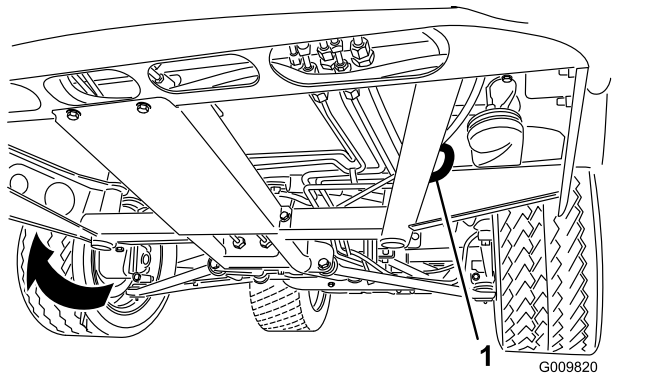
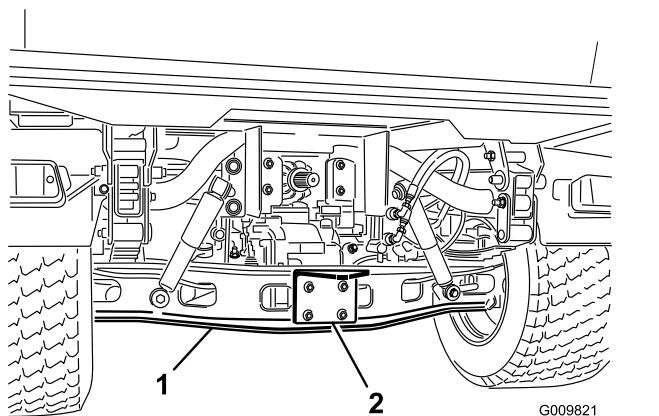

Bild 26
Bild 27
In **Bild 26** und **Bild 27** finden Sie die Vergurtungsstellen der Maschine.
1. Befestigen Sie ein Abschleppseil an der Anhängerkupplung vorne am Maschinenrahmen (**Bild 26**).